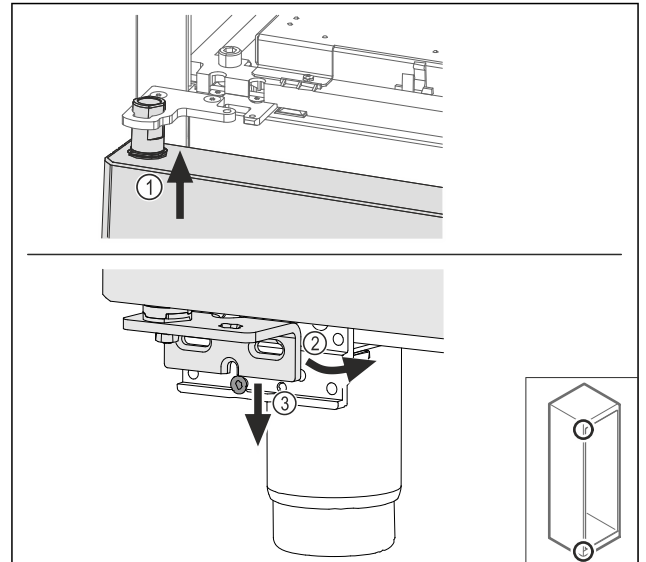

Fig. 63
- Tür leicht gekippt oben einfädeln Fig. 63 (1), Tür gerade ausrichten Fig. 63 (2) und unten auf die Lagerbockschraube Fig. 63 (3) aufsetzen.